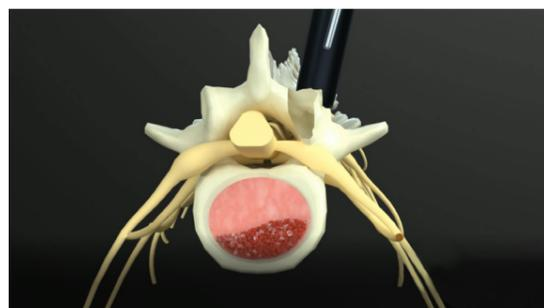

图 5b
- 在融合器植入前，在椎间隙的前方与外侧填塞移植骨（图 5b）。